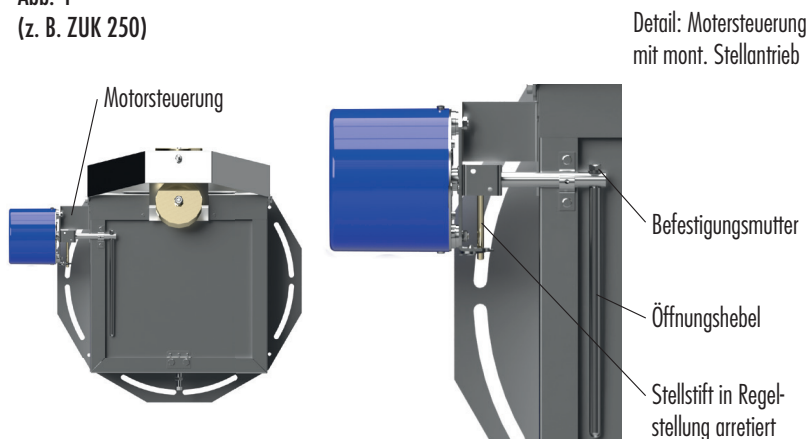

Abb. 5
5. Stellstift der Motorsteuerung in Offenstellung drehen (Abb. 5).